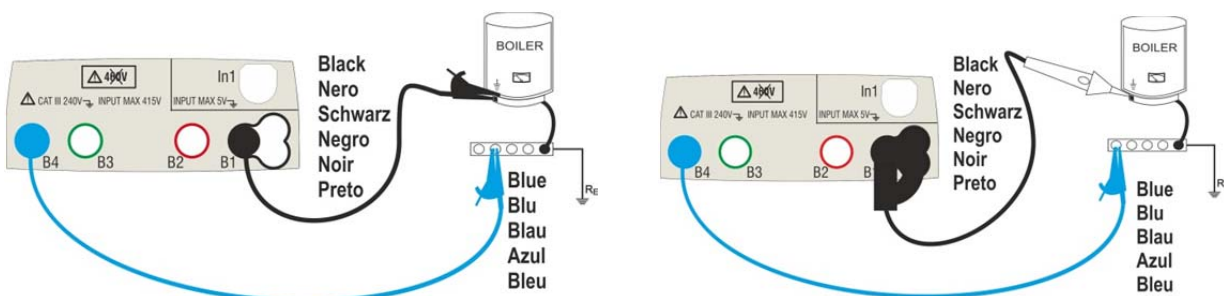

Abb. 6: Durchgangstest mit Einzelkabeln und Tastkopf PR400
7. Verbinden Sie die Krokodilklemmen und/oder die Messkabel und/oder den Tastkopf mit dem zu testenden Leiter wie in Abb. 6.